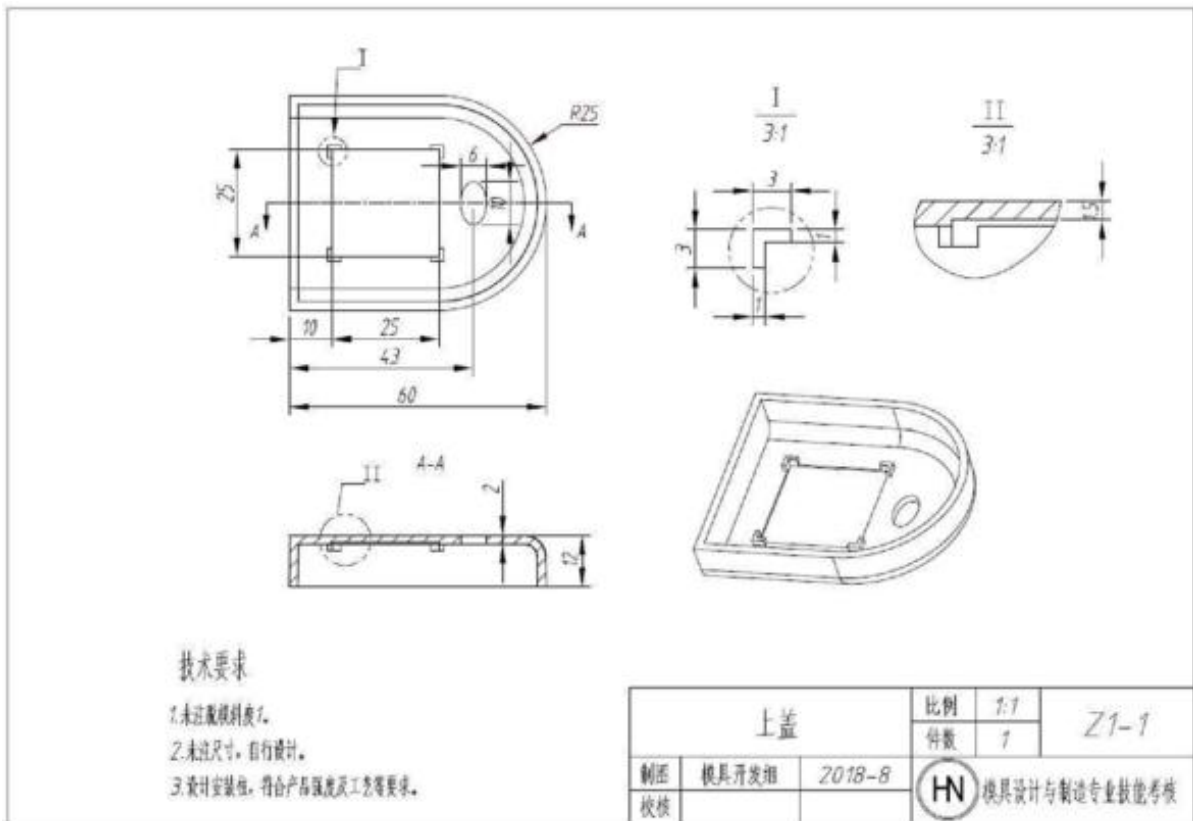

图 Z1-1 上盖-1
按照图 Z1-1 的要求，对上盖-1 进行产品造型、结构设计与 3D 打印。
(1) 在 F 盘下建立考生文件夹，文件夹名称为“场次-工位号-3DDY”，产品设计与 3D 打印的结果文件均保存于此文件夹中，否则计零分；
(2) 根据图 Z1-1，使用 CAD 软件完成产品的三维建模；
(3) 进行产品改进设计：设计与下盖的连接结构，在顶面合适部位设计凸起的“3D 打印”文字标志，并使产品符合强度及工艺性等要求。设计的产品模型以文件名“Z1-1”保存在考生文件夹中；
(4) 将产品三维模型转换为 3D 打印机可识别的格式，保存在考生文件夹中；
(5) 正确载入模型，调整到最佳位置；
(6) 合理设置与调整打印参数，充分考虑材料的利用率；
(7) 正确操作 3D 打印机，完成模型打印；
(8) 对打印的零件进行后处理（含去支撑、粘接等），不能对产品零有损伤；
(9) 产品材料：ABS。